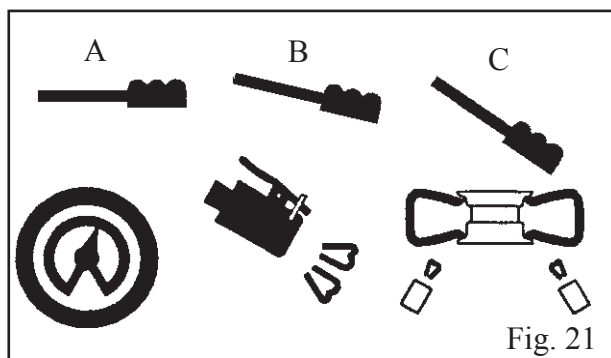

Fig. 21
- Premere il pedale di gonfiaggio in posizione intermedia (B - Fig. 21).
- Se il pneumatico non si intallona sollevarlo manualmente in modo che il tallone superiore faccia tenuta contro il cerchio, quindi premere a fondo il pedale (C - Fig. 21). Un potente getto d'aria uscirà dagli ugelli posti sulle griffe consentendo l'intallonatura.
- Rilasciare il pneumatico e sollevare leggermente il piede in modo da riportare il pedale in pos. B (fig. 21). Continuare il gonfiaggio sempre a brevi getti d'aria leggendo negli intervalli la pressione indicata sul manometro.
- Press the pedal down to intermediate position (B - Fig. 21).
- If the bead of tyre is not well seated, due to a strong bead, lift tyre manually until the upper bead seals against the rim, then press pedal all the way down (C - Fig. 21). A strong jet of air will be released through the nozzles in the slides and this will help the bead seal.
- Release the tyre; set the pedal in the intermediate position (B - Fig. 21) and continue to inflate the tyre with short jets of air and constantly checking the pressure between air jets until the required pressure has been reached.
- Appuyer sur la pédale de gonflage dans la position intermédiaire (**B** - Fig. 21).
- Appuyer à fond la pédale (**C** - Fig. 21). Un jet d'air puissant sortira des buses qui se trouvent sur les support coulissants en permettant le tallonage.
- Relâcher le pneumatique et soulever doucement le pied pour remettre la pédale de gonflage dans la position intermédiaire (**B** - Fig. 21).
Das Reifenfüllpedal auf die Zwischenstellung bringen. (B - Abb.21).
Wenn der Reifenwulst nicht in die Felge rutscht, ist der Reifen von Hand abzuheben, bis sein oberer Wulst gegen die Felge stößt, um dann das Pedal durchzutreten (C - Abb.21). Dabei tritt ein heftiger Luftstrahl aus den Öffnungen in den gleitfähigen Spannklaue aus und hilft beim Aufziehen des Reifens.
Den Reifen loslassen und den Fuß auf dem Pedal leicht anheben, damit dieses in die Zwischenstellung bringen. (B - Abb.21).